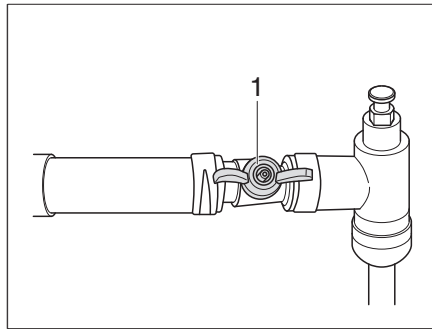

Bild 295 Avstängningsventil Alde, öppnad
- Ställ avstängningsventilen (Bild 295,1) på tvären mot rörledningen.
- Ställ avstängningsventilen (Bild 295,1) parallellt med rörledningen.